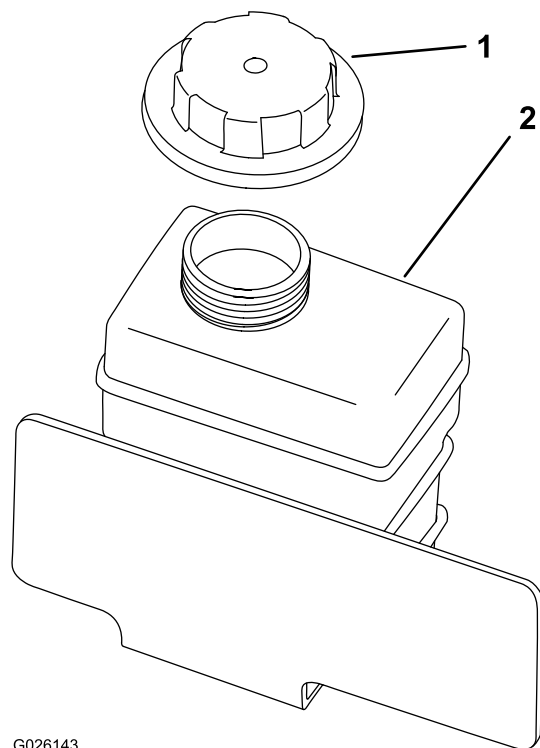

图53
8. 缓慢向储液箱加注冷却液直至液位达到加油颈底部图53。
9. 安装储液箱盖图53。